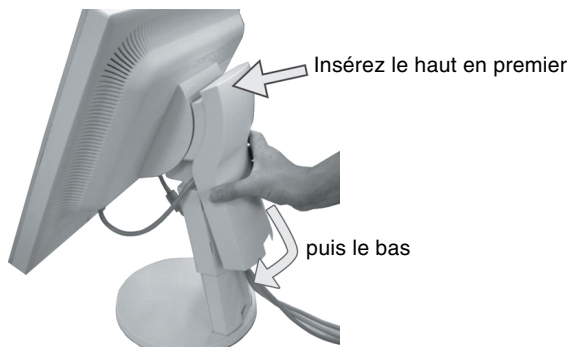

Figure D.1
9. Maintenez fermement les câbles et placez le cache-câble sur le support (**Figure D.1**).